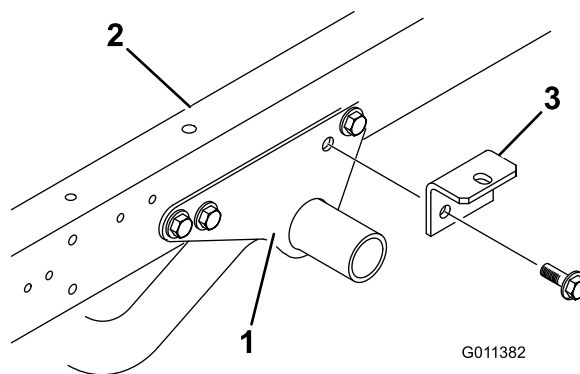

Рисунок 5
1. Удалите 2 болта с фланцем и фланцевые контргайки, которые крепят заднюю часть каждого монтажного кронштейна рамы двигателя к каждой стороне рамы автомобиля Workman (Рисунок 5).
болтов с фланцем и фланцевых контргаек, снятых при выполнении пункта 1 (Рисунок 5).